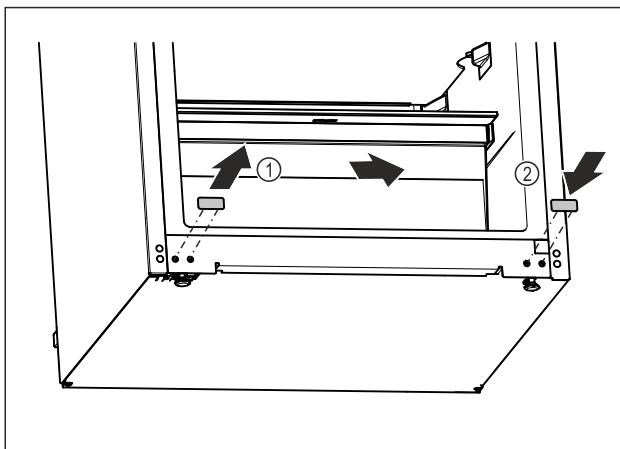

Fig. 13
- Витягніть заглушки. Fig. 13 (1)
- Вставте заглушки з протилежного боку. Fig. 13 (2)